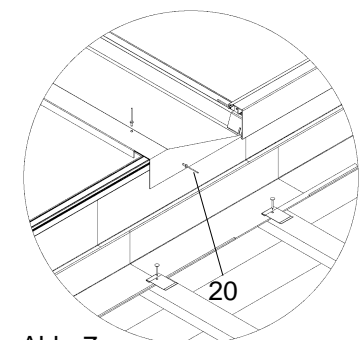

Abb. 7
9. Vernieten Sie jedes Zwischenteil 4-mal mit dem Glasauflageprofil. Das linke und rechte Zwischenteil wird seitlich zusätzlich noch ein Mal mit dem Abdeckprofil seitlich vernietet (Abb. 7).